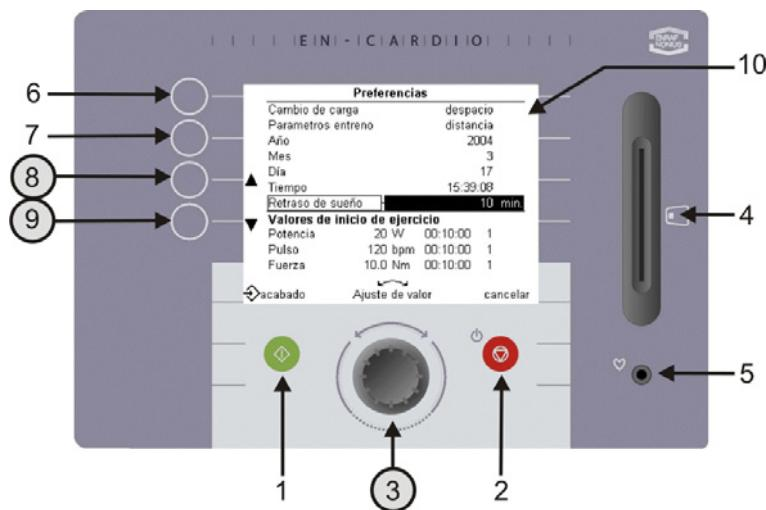

Fig. 14 Pantalla de Ajustes después de introducir la preferencia
Los ajustes del fabricante son de la siguiente manera (ver Fig. 14):
2. Cuando el equipo se apaga por sí mismo, pulsar los botones 6 y 9 simultáneamente. Ahora el menú de preferencias aparece. (Fig. 14)
3. En este menu puede cambiar varios ajustes usando los botones 8 y 9. Los valores pre establecidos pueden ser ajustados con el botón giratorio (3).